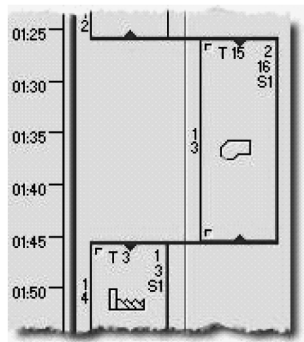

图 7-39 同步操作 3
14) 最后一个同步我们需要设置操作 13 的结束和操作 14 的开始，如图 7-39 所示。